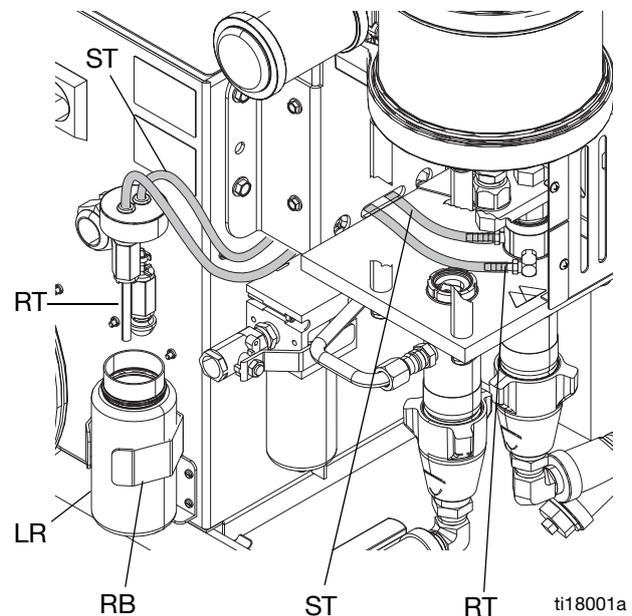

FIG. 15. Sistema de lubricación de la bomba
2. Levante el depósito del lubricante (LR), hacia afuera del soporte (RB) y retire el recipiente de la tapa. Sujete la tapa sobre un recipiente adecuado para retirar la válvula de retención y dejar que se vacíe el lubricante. Vuelva a sujetar la válvula de retención a la manguera de entrada (ST). Consulte la FIG. 15.